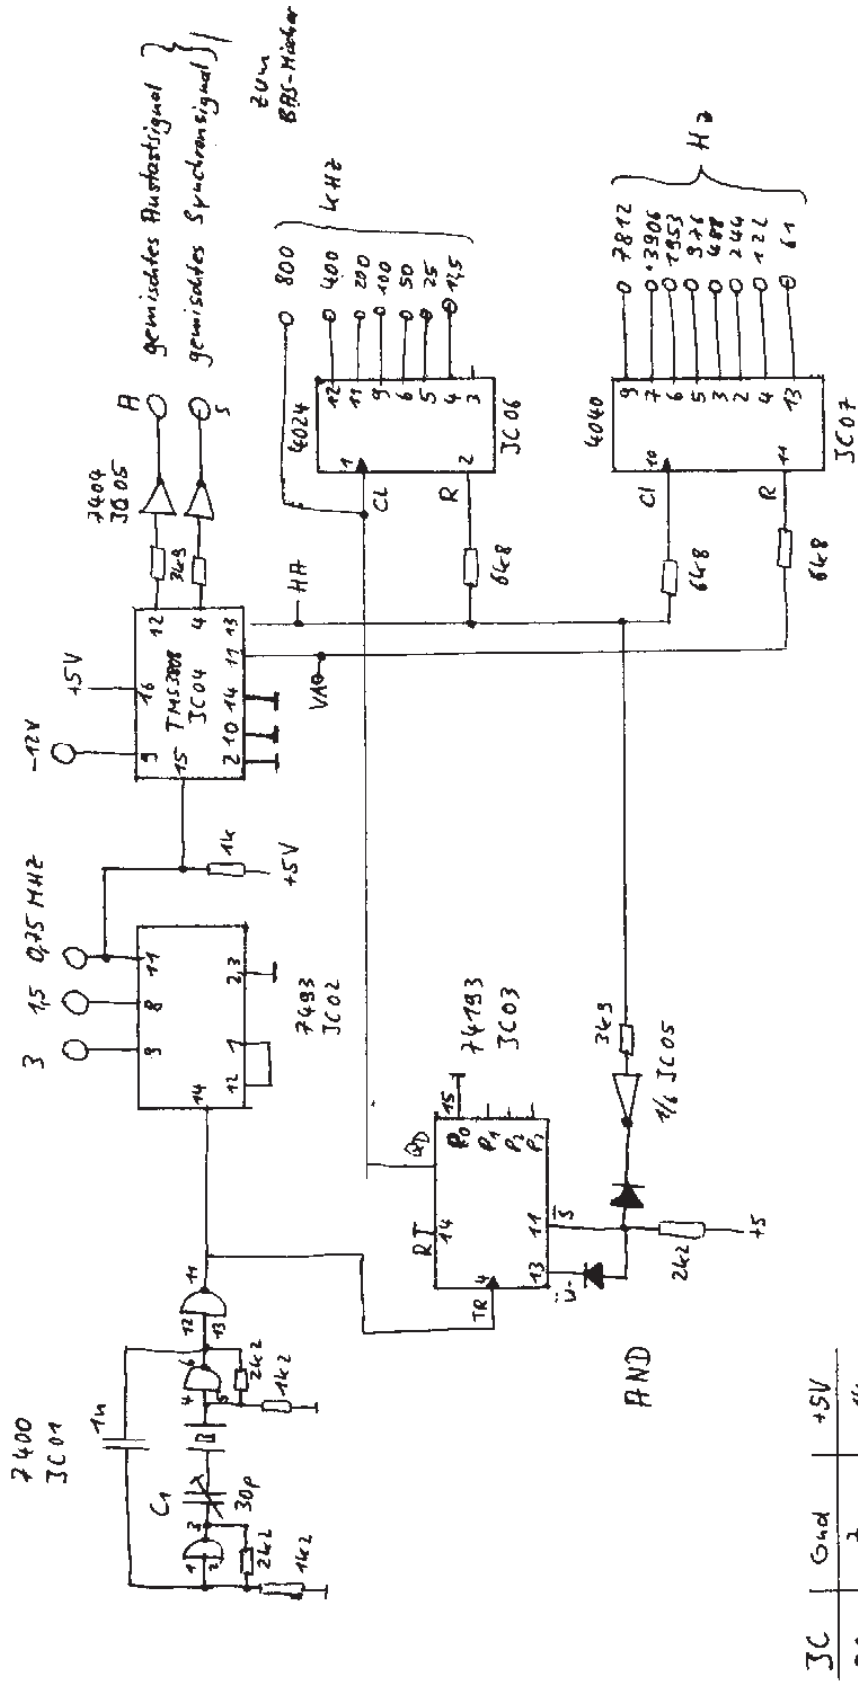

Bild 1
**Schaltungsbeschreibung:** In einem mit drei TTL-Gattern aufgebauten Quarzoszillator werden zunächst 12 MHz erzeugt. (Bild 1) Nach Vorteilung durch 16 (IC 02) wird dieses Signal dem Eingang des Taktgeber-ICs TMS 3808 zugeführt. Folgende Impulse werden diesem IC entnommen: Ein normgerechtes Synchronsignal mit Vor- und Nachtrabanten, ein gemischtes Austastsignal, sowie Horizontal- und Vertikalablenksignale zur Synchronisation der Zähler. Als Quarze lassen sich vorteilhaft alte Sendequarze des 2 Meter-Amateurfunkbandes (144 - 146 MHz) einsetzen, die meist auf 12 MHz schwingen. Da die Fernseher genügend Fangbereich haben, ist eine kleine Abweichung von 12 MHz nicht kritisch. Diese etwas rohe Methode, einen Quarz zum Schwingen zu bringen, ist hier durchaus zulässig.